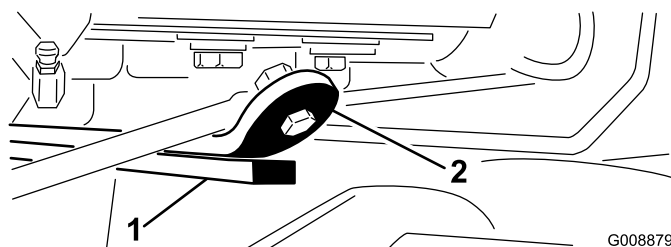

Figura 14
- Avviate il motore, sollevate gli apparati di taglio e verificate che il gioco tra la cinghia di usura sopra la barra di usura dell'apparato di taglio posteriore e la cinghia paracolpi sia di 0,51-2,54 mm (Figura 14).